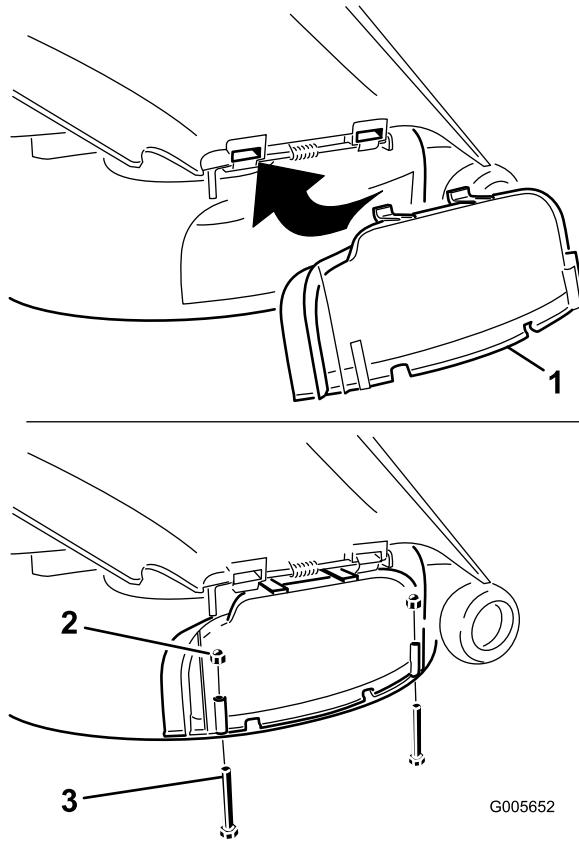

Figure 24
- Soulevez le déflecteur d'herbe et glissez les languettes en haut de l'obturateur d'éjecteur sous la tige de retenue du déflecteur d'herbe. Abaissez l'obturateur d'éjection jusqu'au bord inférieur du carter de tondeuse pour fermer l'ouverture (Figure 24).
| 4. Fixez l'obturateur d'éjection au bord inférieur du plateau de coupe avec deux boulons (1/4 x 2-1/2 pouces) et deux écrous borgnes (1/4 pouce), comme illustré à la Figure 24. | |